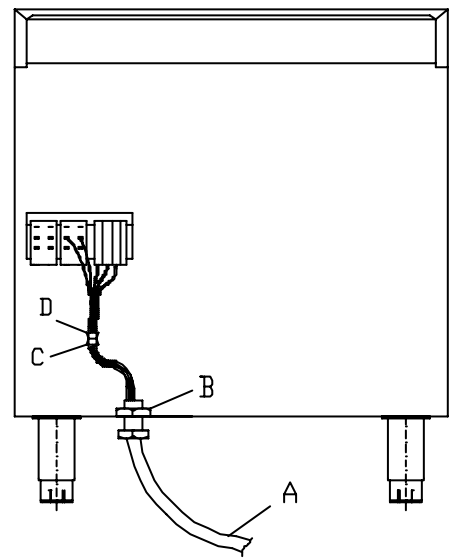

Fig. 8A
- Instalar el Generador pasando la manguera (A) del Lavavajillas utilizando el pasamuros (B) e instalar el conector macho (C) con el conector hembra (D) (Fig.8A).